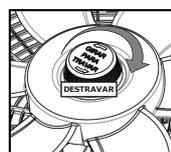

Figura 13
• Afrouxar a porca da hélice no eixo, girando-a no sentido horário conforme figura 13.